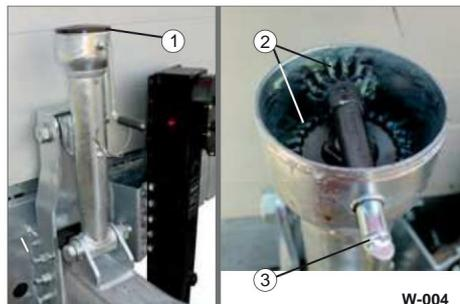

Fig. 4 Lubrificazione della regolazione dell'altezza del timone
- ÿ Rimuovere il coperchio (Fig. 4/1).
- ÿ Lubrificare gli ingranaggi (Fig. 4/2) con grasso.
- ÿ Con la manovella (Fig. 4/3) ruotare la regolazione dell'altezza verso l'alto e verso il basso: il grasso viene distribuito.